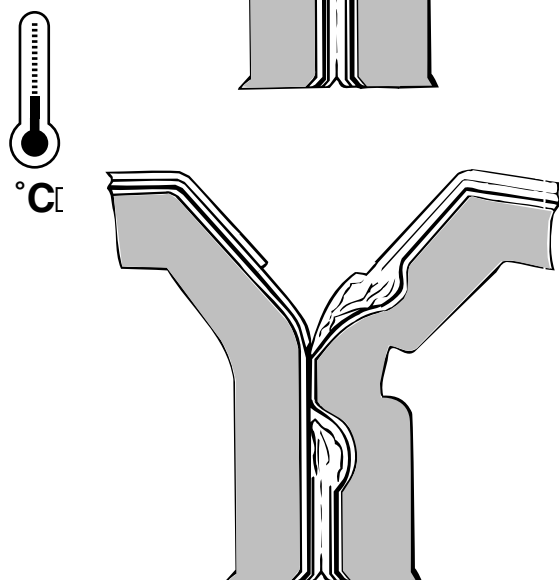

Рис.3
- стык запечатывания остается неповрежденным, но возникает расслоение двух внутренних покрытий (рис. 3).
Повышайте мощность системы индукционного нагрева ТРИН шагами по 20 делений шкалы за раз, каждый раз выполняя проверку, пока не будет достигнуто состояние, показанное на рис. 2 или рис. 3; см. раздел *Электрошкаф* на стр. 35.